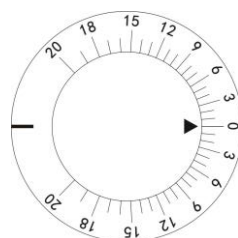
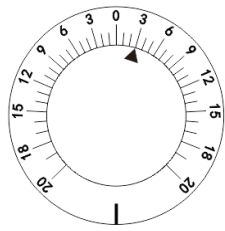
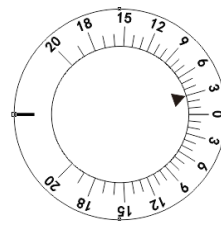

Figura 22
Figura 23
Figura 24
Gire el prisma giratorio ⑫ sujetando su base para colocarla en la abertura de examen. Gire la perilla de rotación del prisma ⑪ hasta que se establezca la potencia requerida del prisma. Lo que indica la flecha del triángulo negro es la potencia actual del prisma. Por ejemplo, la potencia del prisma indicada en la figura 22 es 0, que en la figura 23 significa la base en la potencia del prisma de 3, y que en la figura 24 significa la potencia del prisma de la base hacia arriba de 3Δ .